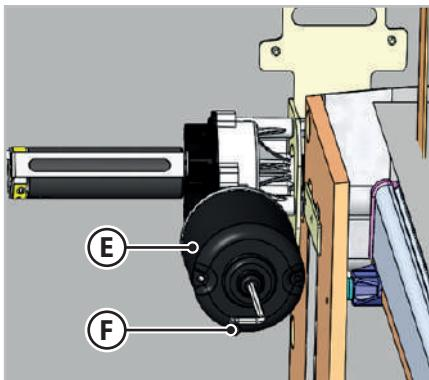

Fig.6.21 - Déblocage électrique du lit type B
2. Au bas du moteur (**E** - Fig.6.21), insérer la clé Allen (**F** - Fig.6.21) dans son logement pour le mouvement manuel.